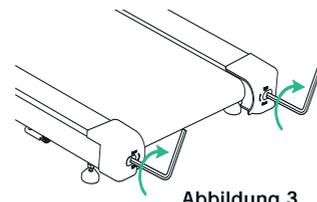

Abbildung 3
2. Drehen Sie mit Inbusschlüssel beide Spannrollenschrauben im Uhrzeigersinn 1/2 Umdrehung (siehe Abbildung 3).